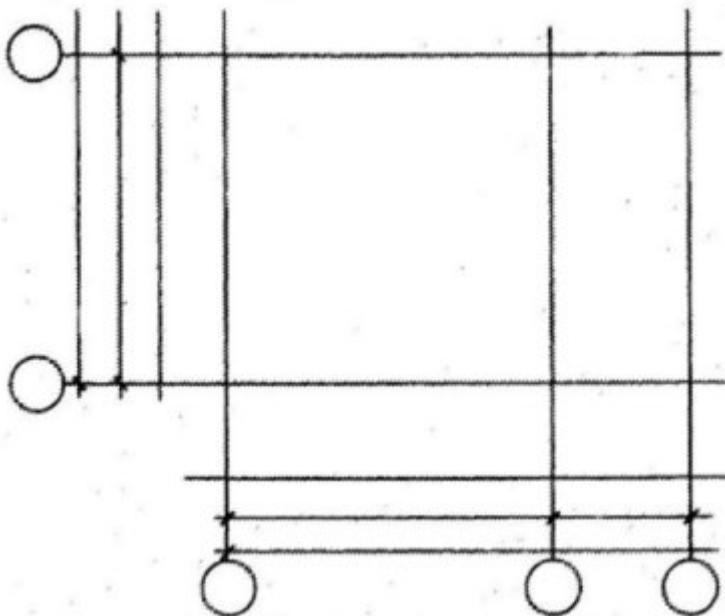

Рисунок 1 - Вычерчивание разбивочных координационных осей
- 4) Вычертить план здания (ГОСТ 21.101-97), начав с нанесения продольных и поперечных разбивочных координационных осей (рисунок 1).